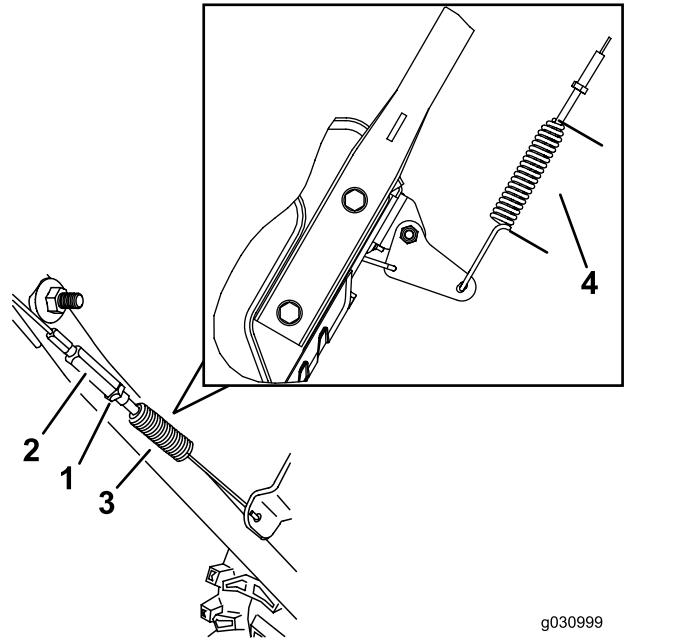

Bild 36
3. Lösen oder ziehen Sie die Spannschraube an, um die Federlänge auf 5,5 cm einzustellen, wie in Bild 36 dargestellt.
4. Ziehen Sie die Klemmmutter (Bild 36) an und stellen Sie sicher, dass der Antriebsbowdenzug etwas gespannt ist.